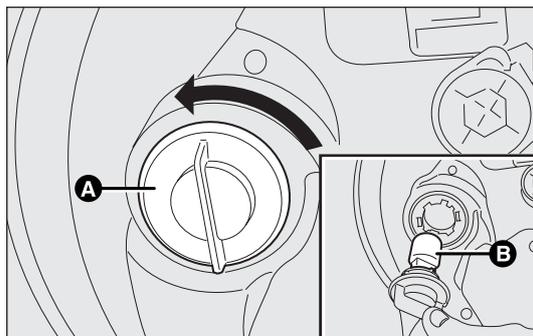

fig. 161
- tourner dans le sens contraire des aiguilles d'une montre la douille A-fig. 161 et l'extraire ;